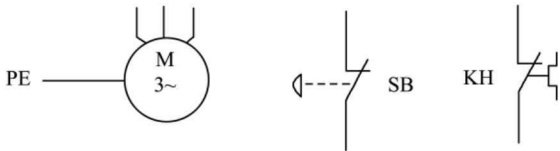

图0-2 电气元件举例
1. 认识各元件的电气符号、记住各元件的文字符号(图0-2),并知道各电器元件的作用、选用及检测内容等。